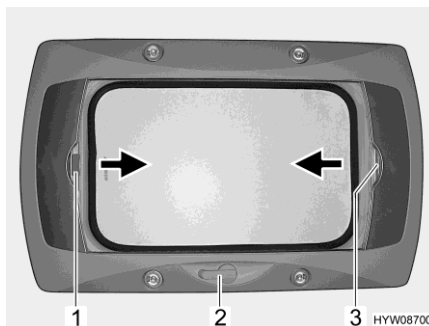

Fig. 68 Oblò a manovella
- Apertura:** ■ Ruotare la manovella (Fig. 68,2) fino a quando non si incontra resistenza.
- Chiusura:** ■ Tirare la tendina oscurante pieghevole per la maniglia (Fig. 68,3) nella direzione della freccia fino alla posizione desiderata e rilasciare. La tendina oscurante pieghevole rimane in questa posizione.
- Chiusura:** ■ Tirare la zanzariera a rullo per la maniglia (Fig. 68,1) nella direzione della freccia verso la maniglia contrapposta della tendina oscurante pieghevole (Fig. 68,3) e farla innestare.
- Apertura:** ■ Tirare la maniglia della zanzariera a rullo (Fig. 68,1) dietro, verso l'alto, e sganciare la zanzariera a rullo dalla tendina oscurante pieghevole (Fig. 68,3).